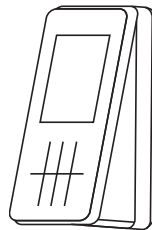

Рис. 13.
- Передняя крышка зажимается на задней крышке в соответствии с направлением, показанным на рис. 13, а клемма выровнена с отверстием для разветвления, чтобы гарантировать, что разветвление закреплено крышкой для повторного включения без помех.